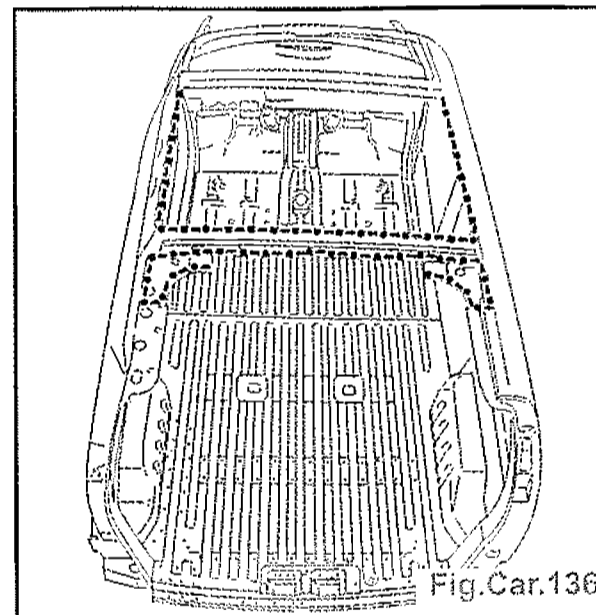

Fig.Car.136
- Préparer les bords d'accostage et les protéger par un apprêt soudable (C7) (Fig.Car.136).